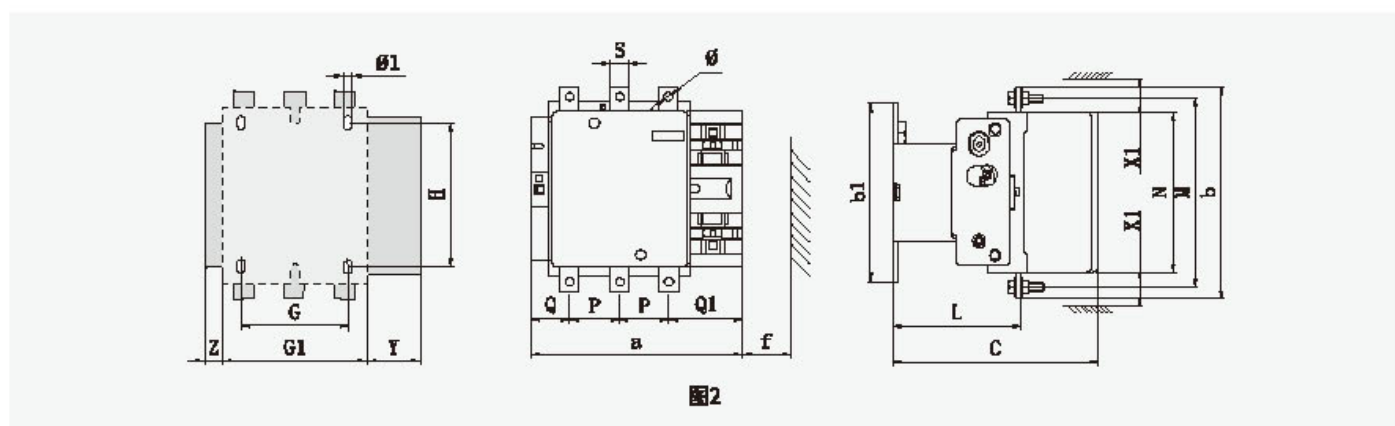

图2
b) HSC2-115~330的外形及安装尺寸见图2、表6。